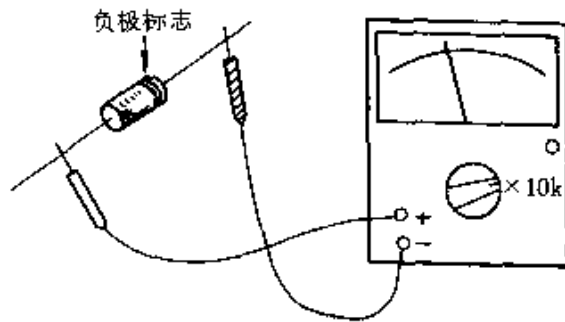
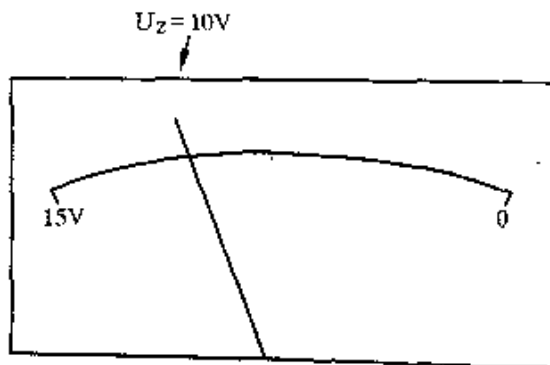

图 2-186
图 2-187
① 稳压值在 15V 以下的稳压二极管, 可以用 MF47 型万用表直接测量其稳压值。方法是: 将万用表置于“R × 10k”挡, 红表笔(表内电池负极)接稳压二极管正极, 黑表笔(表内电池正极)接稳压二极管负极, 如图 2-186 所示。因为 MF47 型万用表内“R × 10k”挡所用高压电池为 15V, 所以读数时刻度线最左端为 15V, 最右端为 0。例如, 测量时表针指在左 $\frac{1}{3}$ 处, 则其读数为 10V, 如图 2-187 所示。可利用万用表原有的 50V 挡刻度来读数, 并代入以下公式求出: 稳压值 = $\frac{50-X}{50} \times 15V$, 式中, X 为 50V 挡刻度线上的读数。如果所用万用表的“R × 10k”挡高压电池不是 15V, 则将上式中的“15V”改为自己所用万用表内高压电池的电压值即可。